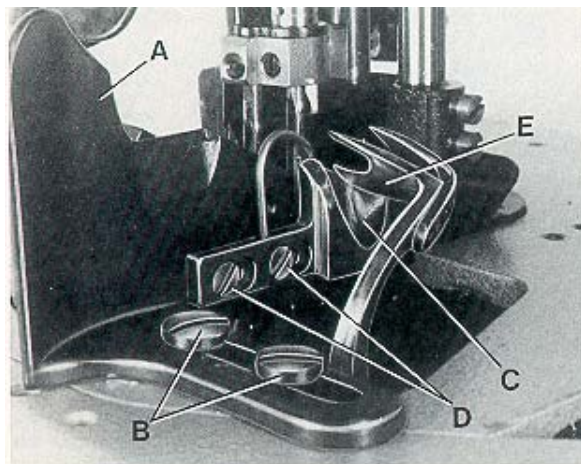

Fig. 26
Set the edge guide (A, Fig. 26) laterally as close as possible to the presser foot without contacting it. When loosening the two screws (B), the edge guide (A) can be moved laterally. Retighten screws.
Set the stitch tongue (C, Fig. 26) so that the rear part of the thread loop slides over the tongue onto the fabric, while the front part of the loop is retained until the right needle securely has entered the loop. After loosening screw (D) the stitch tongue (C) can be moved to the front or to the rear. When moving the stitch tongue to the rear, the front part of the thread loop is retained longer. Retighten screws (D).
On its travel the upper spreader (E, Fig. 26) should not contact stitch tongue (C).
Ajuste la guía tope (A, Fig. 26) tan cerca como sea posible al pie prensateclas, pero sin tocarlo. Cuando suelte los dos tornillos (B) la guía tope (A) podrá moverse lateralmente. Reajuste los tornillos de nuevo.
Ajuste la lengüeta de costura (C, Fig. 26), de manera tal que la parte trasera del lazo del hilo desliza sobre la lengüeta en el tejido, mientras la parte delantera del lazo del hilo queda retenida hasta que la aguja entra al lazo del hilo. Después de soltar los tornillos (D) la lengüeta de costura (C) podrá moverse hacia adelante o hacia atrás. Cuando la lengüeta de costura se mueva hacia atrás, la parte frontal del lazo del hilo quedará retenida por mas tiempo. Reajuste los tornillos de nuevo (D). Durante el movimiento del spreader superior (E, Fig. 26) no deben tocar la lengüeta de costura (C).